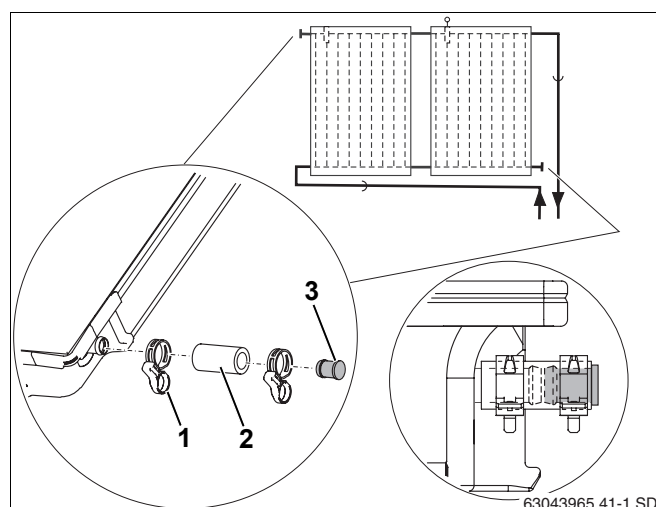

Рис. 43 Установка заглушек и пружинных хомутов
- Надеть шланги 55 мм (рис. 43, поз. 2) с предварительно установленными на них заглушками на оба свободных штуцера поля коллекторов.